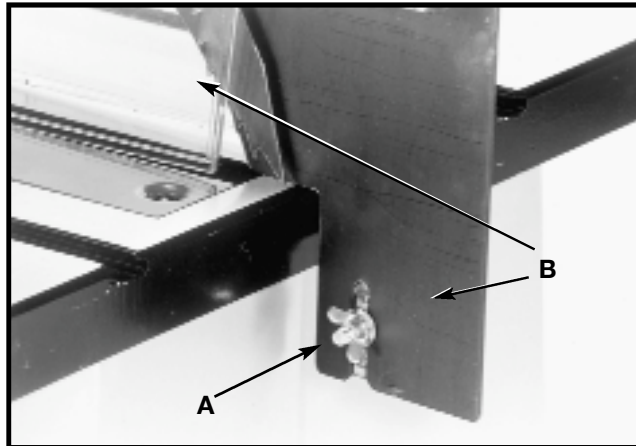

Fig. 51
Antes de ranurar, afloje la tuerca de mariposa (A), Fig. 51, y quite el conjunto de protector de la hoja y separador (B). Tenga a mano el conjunto para colocarlo de nuevo después de ranurar.